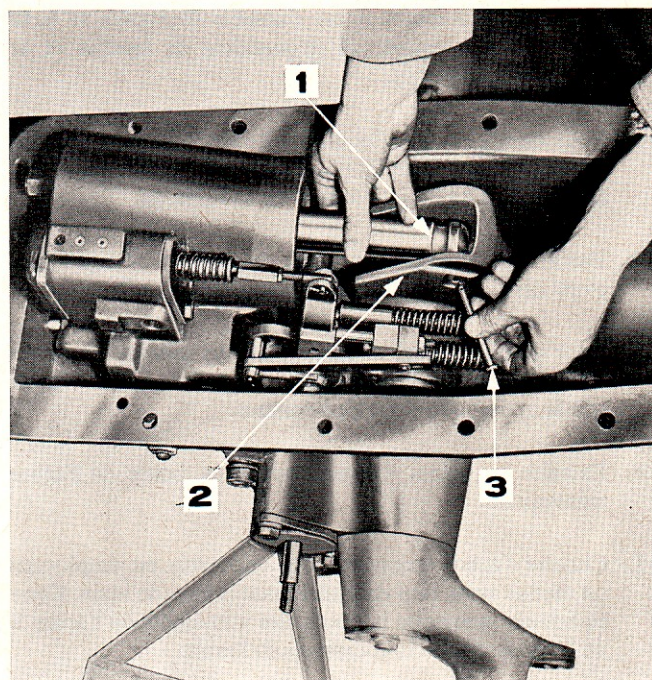

Figure 78: Pose de la bielle de piston de vérin
16. Assembler la bielle de piston de vérin au bras de vérin avec un axe et une goupille fendue (Figure 78).